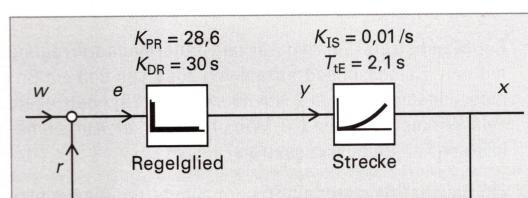

Bild 2: Zusammengefasstes Strukturbild
d) Bild 2
Beim *Elektronikmotor* findet dieser Kommutierungsvorgang im Ständer statt. Der Läufer ist ein Dauermagnet, dessen Lage durch Sensoren (Feldplatten oder Resolver) im Ständer erfasst wird (**Bild 2**). Schalttransistoren führen den Strom den Ständerspulen so zu, dass sich das Ständermagnetfeld immer 90° vor das Läuferfeld setzt. Geschieht dies in Schritten von z.B. 60° , so liegt Blockkommutierung vor, geschieht dies aber kontinuierlich, so liegt Sinuskommunikation vor.